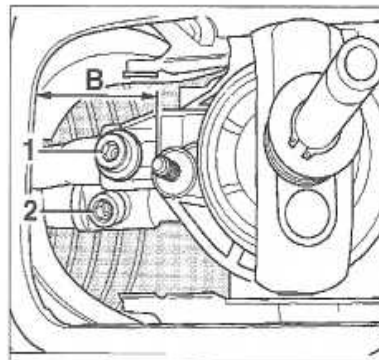

Figure 3-3
- Resserrer la vis (2) de la tringle de commande des vitesses (**figure 3-3**).
- Relever la cote (B = 43 mm) entre la carrosserie et la tringle de commande (**figure 3-3**).
- Déplacer la tringle de poussée afin d'obtenir l'écart (B).
- Resserrer la vis (1) et desserrer la vis (2) de la tringle commande des vitesses (**figure 3-3**).
- Desserrer la vis (1) de la tringle de poussée (**figure 3-3**).